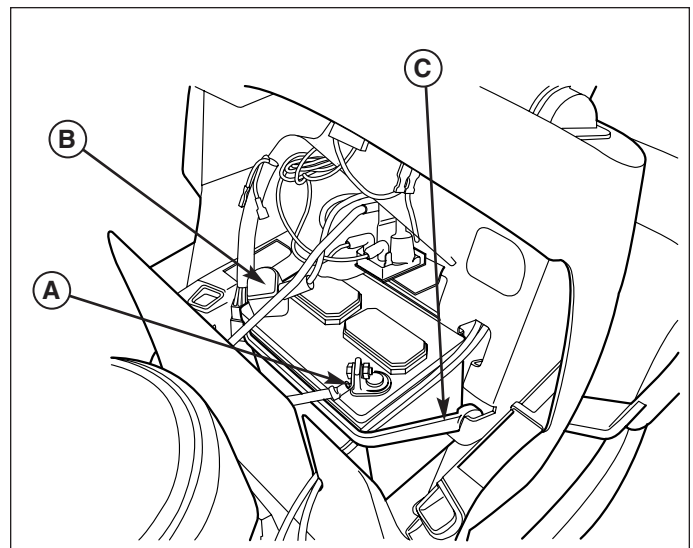

Figure 21. Batterie
1. Débrancher les câbles de la batterie, le négatif en premier (A, figure 21).
2. Retirer la bride de maintien de la batterie (C) et la batterie.
5. Remettre la batterie dans son compartiment et l'assujettir avec la bride (C).
6. Rebrancher les câbles de la batterie, positif en premier (B).